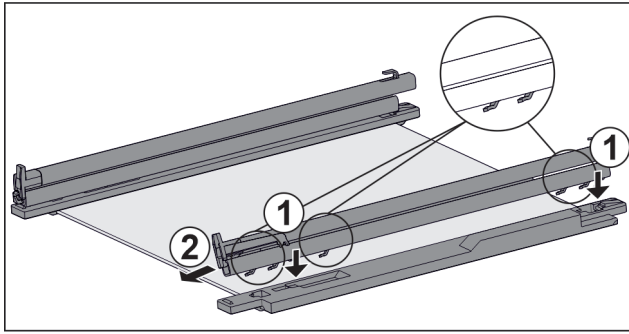

Fig. 125 Скляна пластина з рейками та деталями для підтримки
- ▶ Одягти гаки рейки на отвори **лівої** деталі для підтримки. Fig. 125 (1)
- ▶ Потягніть рейку вперед. Fig. 125 (2)
- ▶ Одягти гаки рейки на отвори **правої** деталі для підтримки. Fig. 125 (1)